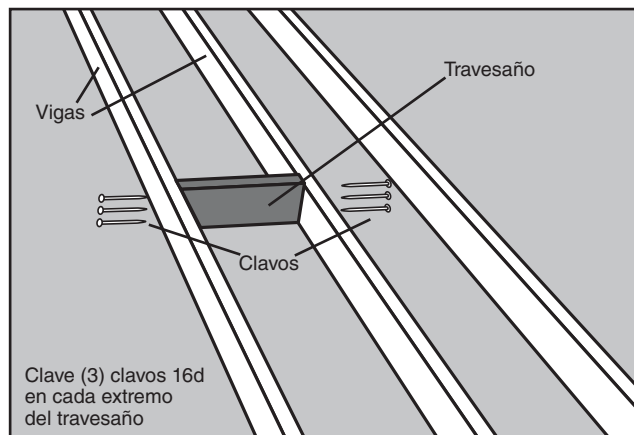

FIGURA 12
- PASO 3.** Coloque uno de estos travesaños en un extremo de su ubicación elegida (Vea la Figura 12). El travesaño debe encajar ajustadamente entre las vigas. Martille para colocarlo en su posición si es necesario; si el travesaño tiene 1/16" de más, recórtelo. Si tiene 1/16" de menos, corte otra pieza.
- PASO 4.** Coloque en ángulo recto el travesaño en una viga y clave (3) clavos 16d a través de la viga y dentro del travesaño. Revise en cuanto a ángulo recto y clave (3) clavos 16d a través de la otra viga y dentro del travesaño (Vea la Figura 12). Es muy importante que la tabla de travesaño esté en ángulo recto verticalmente y también en ángulo recto horizontalmente con respecto a las vigas laterales.